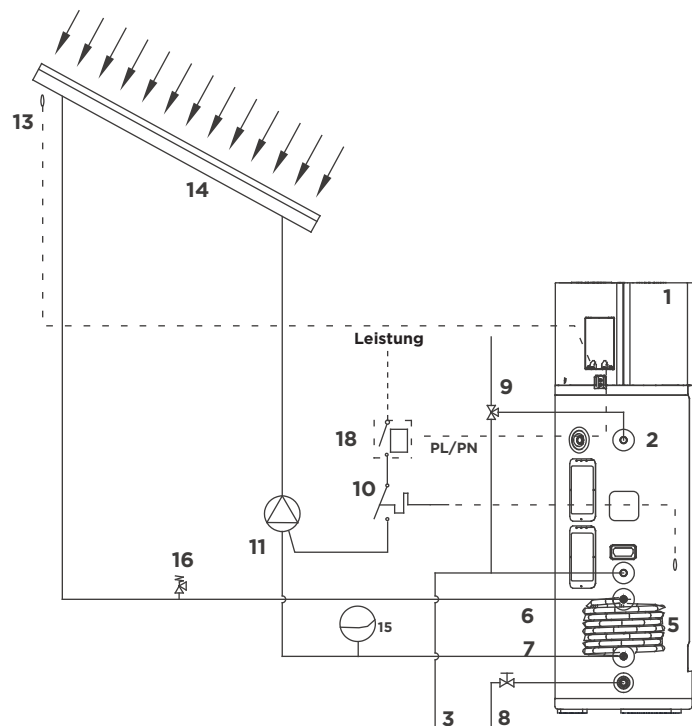

Abb. 2-9 Hydraulischer Anschluss an eine Solarthermie-Anlage (ohne eigene Solarsteuerung)
2.3.1.2 Verwendung der Wärmepumpensteuerung zur Steuerung der Solaranlage bei Nichtvorhandensein einer eigenen Steuerung für die Solaranlage (siehe Schema in Abb. 2-9). Diese Methode erfordert den Wechsel in den Technikermodus und die Einstellung des Parameters F32 = 3.